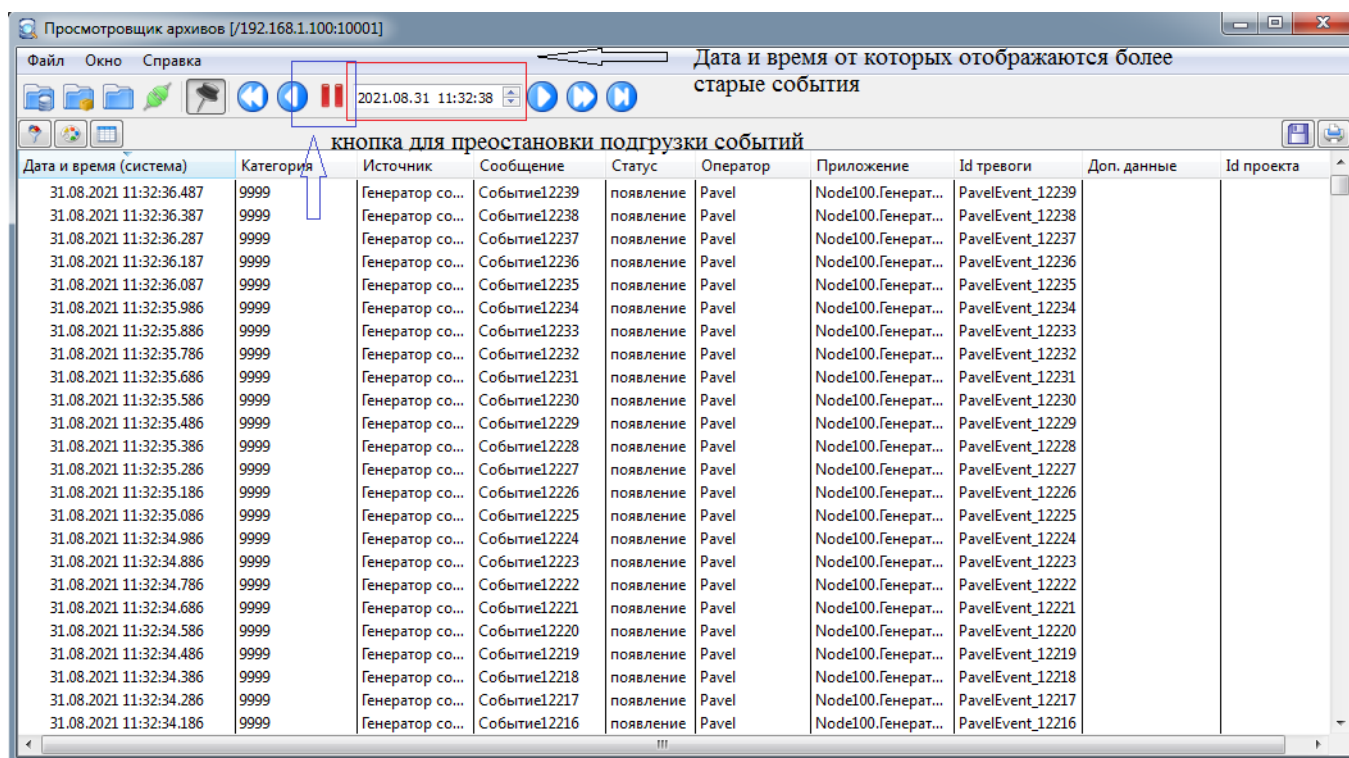

Рисунок 3.380 - Окно просмотра событий
2. После подключения будут подгружаться события от текущей даты и времени (см. рис. 3.380). Максимальное количество отображаемых событий 100000.
4. В поле ввода даты и времени (см. рис. 3.380) необходимо ввести нужные дату и время и нажать Enter. После этого в окне событий отобразятся события, которые есть в архиве событий до этой даты и времени. Максимальное количество событий, которое подгрузится 100000.